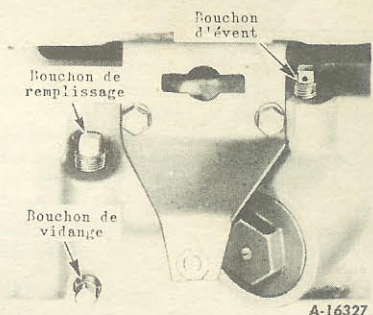

Figure 21B - Boîtier de direction.
- Vérifiez périodiquement et ajoutez suffisamment de lubrifiant recommandé jusqu'au niveau du bouchon (28)
28. Bouchon de niveau et de remplissage. } Conservez le trou dans le bouchon d'évent, *figure 21B*, toujours ouvert pour libérer la pression qui peut se produire à la suite des changements de température.
30. Coussinet de butée de l'embrayage. } Une fois par saison ou plus souvent si nécessaire, vidangez en retirant le bouchon (29) et refaites le plein avec du lubrifiant neuf. Contenance 0,60 litre (1-1/4 U.S. pints). Voir *figure 21B*.